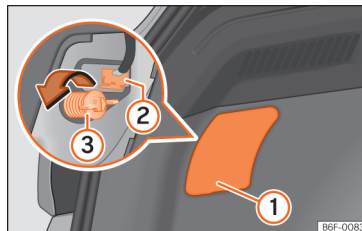
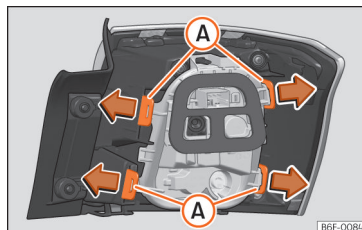

Fig. 171 Bagageira: acesso ao parafuso de fixação da unidade de luz traseira.
Fig. 172 Linguetas de fixação na parte posterior da unidade de luz traseira.
- Retire a tampa fazendo alavanca com o lado plano de uma chave de fendas no entalhe »» Fig. 171 ①.
- Retire o conector da lâmpada ②.
- Desenrosque com a mão ou com a ajuda de uma chave de fendas o parafuso de fixação do farol ③.
- Desmonte o porta-lâmpadas desbloqueando as linguetas de fixação »» Fig. 172 A).